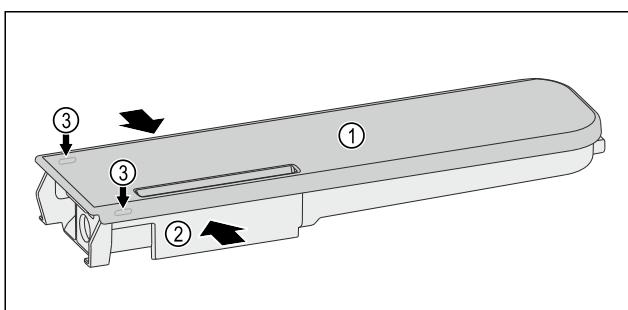

Fig. 141
- Wasserbehälter Fig. 141 (2) zusammendrücken und Deckel Fig. 141 (1) vorsichtig über die Rastnasen Fig. 141 (3) heben und hochziehen.
- Deckel Fig. 141 (1) leicht hin- und herbewegen und nach oben entnehmen.